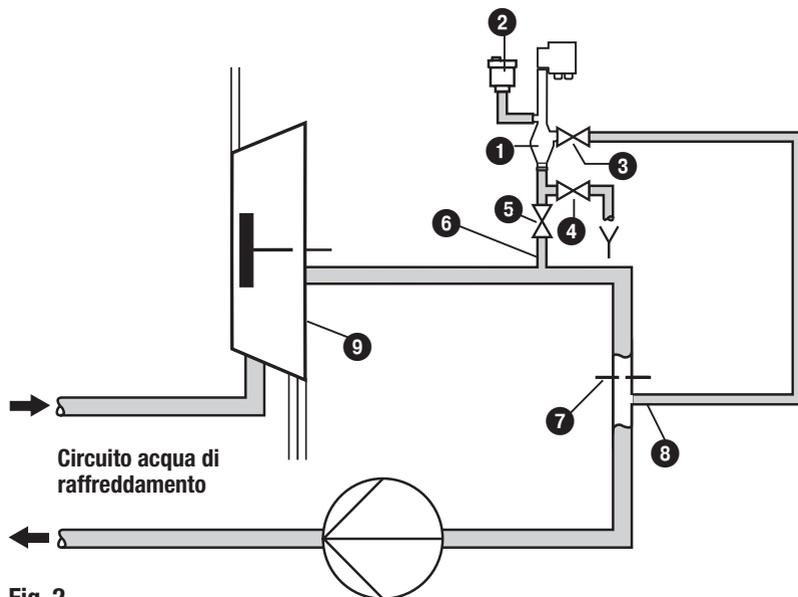
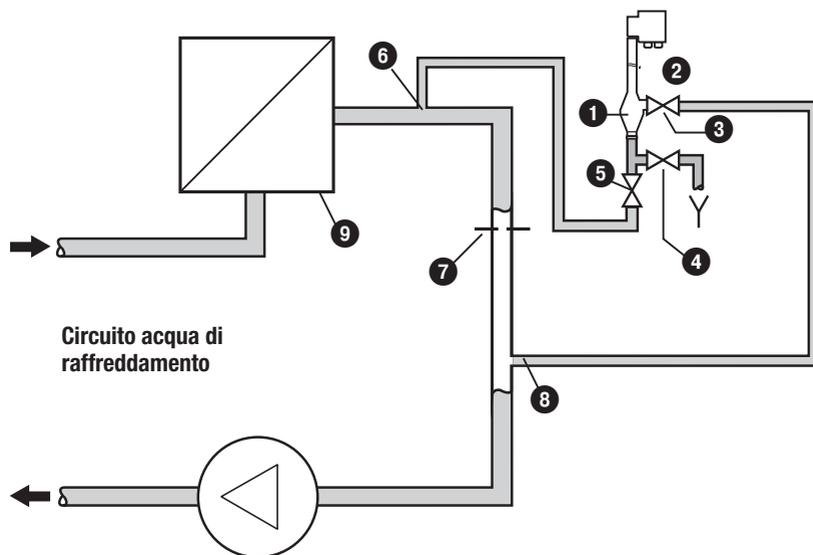

Fig. 2
Fig. 3
- Riferirsi agli esempi di installazione di pagina 10, **Fig. 2**, **Fig. 3**
- **Fig. 2** Installazione raccomandata per un'ottima sistemazione del vaso di misura.
- **Fig. 3** Installazione raccomandata se il vaso di misura deve essere sistemato in posizione bassa